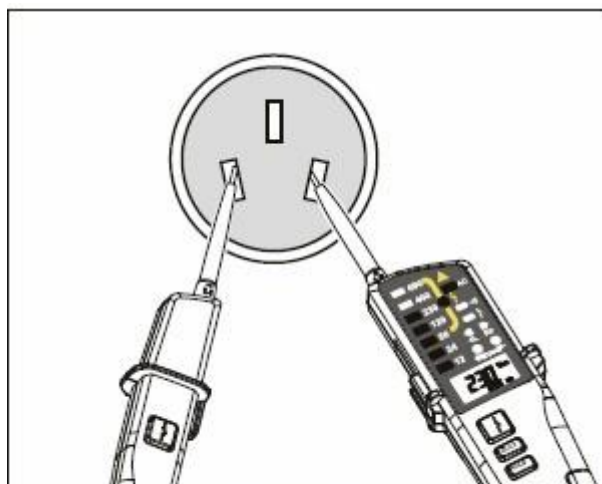

Figure 3
1. Inainte de masurare, faceti o autotestare a aparatului. Apasati timp de 5 sec. pe butonul de lanterna si aparatul intra in modul de autotestare, semnalizat prin aprinderea LED-ului si palparea ecranului LCD. Daca doriti sa iesiti din autotestare, apasati scurt butonul lanternei. Conectati testerele la o tensiune de 220 V pentru a verifica precizia masurarii (vezi fig. 3). Testerul nu poate masura tensiuni AC sau DC mai mici de 5 V.